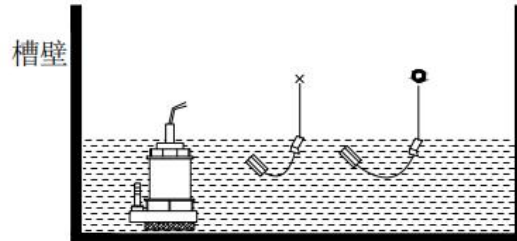

图2
- 安装位置与抽水机入口应保持适当距离以免浮球开关被入水口吸入。（见图2）